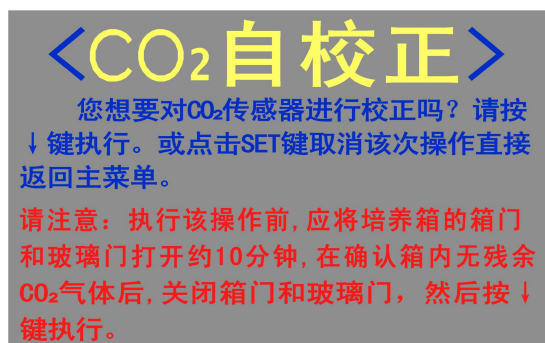

图 10
a) 按 7.1.1 步骤输入密码 1212，进入主菜单设置界面，点触 CO₂ 自校正，按“确认”键进入 CO₂ 自校正界面，如图 10 所示：